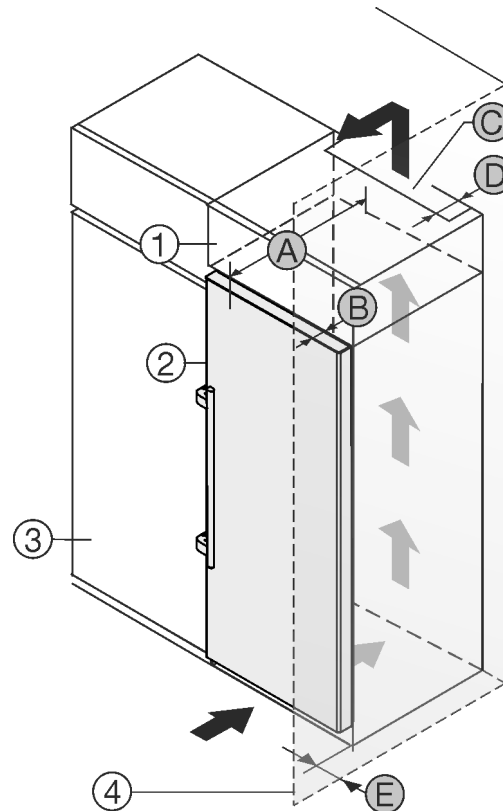

Fig. 9
Устройство может быть окружено кухонными шкафами. Чтобы уравнять устройство Fig. 9 (2) по высоте с кухонной стенкой, можно установить над устройством дополнительный шкафчик Fig. 9 (1).
Установить устройство можно непосредственно рядом с кухонным шкафом Fig. 9 (3). Чтобы можно было полностью открыть двери, устройство должно выступать на глубину Fig. 9 (B) относительно передней стенки кухонного шкафа. В зависимости от глубины кухонных шкафов и использования пристенных распорок устройство может выступать и больше.
- На задней стенке дополнительного шкафчика должен быть вентиляционный канал с глубиной Fig. 9 (D) по всей ширине этого шкафа.
- Нужно соблюдать вентиляционное отверстие Fig. 9 (C) под нижней панелью.
Если устройство установлено на шарнирах у стены Fig. 9 (4), то нужно соблюдать расстояние Fig. 9 (E) между устройством и стеной. Настолько выступает ручка при открытой дверце.